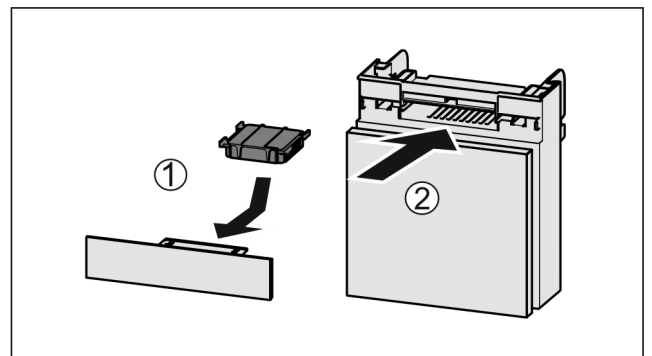

Fig. 57
- ▶ Aktivkohlefilter nach Abbildung einsetzen Fig. 57 (1).
- ▶ Fach einschieben Fig. 57 (2).